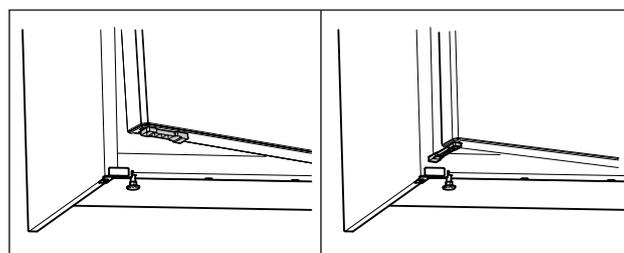

Fig. 54 \*
- ▶ Okrenite graničnik otvaranja vrata za 90°. (pogledajte Fig. 54) \*